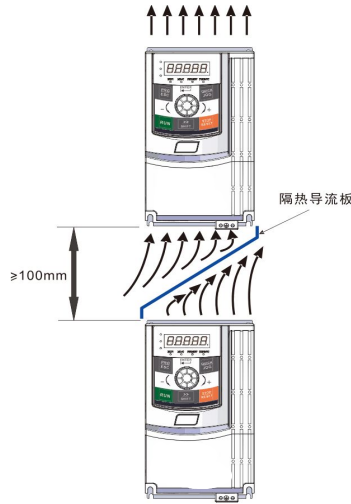

图3-2. CM53XH变频器安装示意图
- 1) 请垂直安装变频器，便于热量向上散发。但不能倒置。若柜内有较多变频器时，最好是并排安装。在需要上下安装の場合，请参考图3-2的示意，安装隔热导流板。